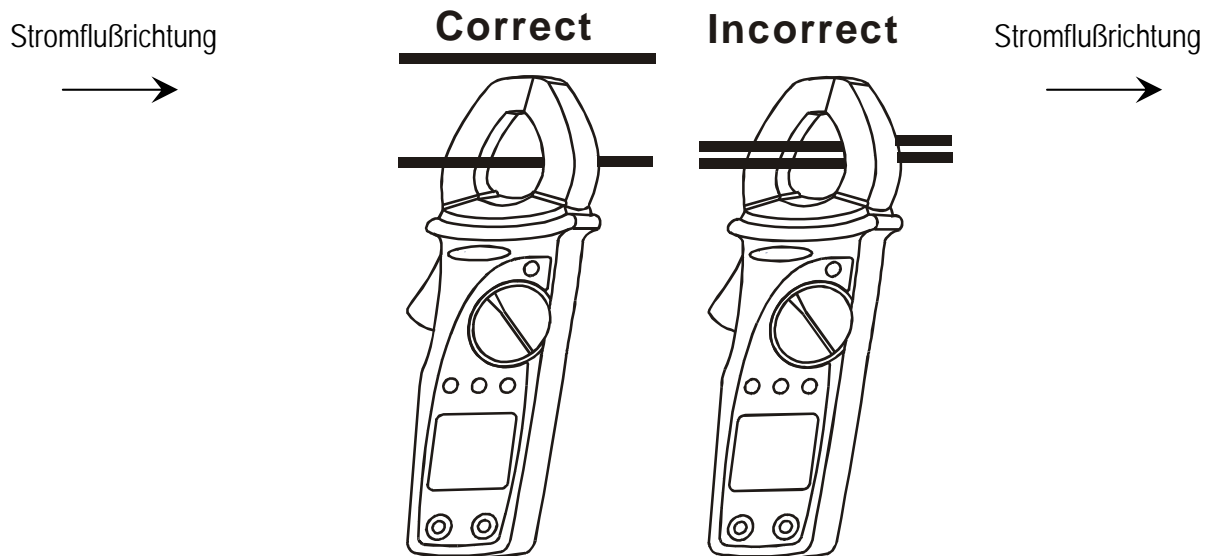

Abb. 7: Die Anwendung der Zange für Gleichstrommessung.
3. Öffnen Sie die Zange und setzen Sie den zu messenden Leiter ins Zentrum der Zangenöffnung (s. Abb. 7 und Absatz 4.1.2).